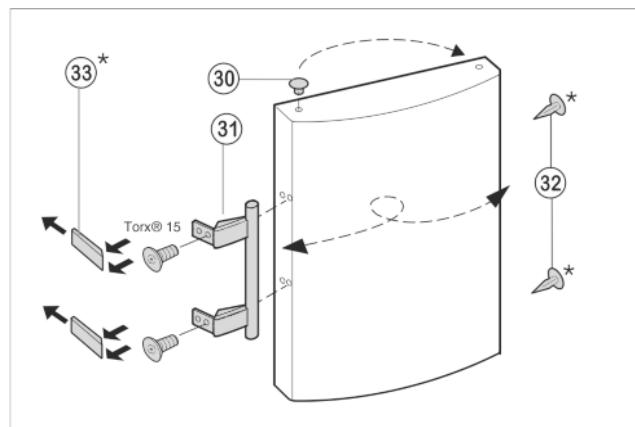

Fig. 7
- ▶ Stopfen Fig. 7 (30) aus der Türlagerbuchse herausheben und umsetzen.
- ▶ Türgriff Fig. 7 (31), Stopfen Fig. 7 (32) und Druckplatten Fig. 7 (33) abmontieren und auf die Gegenseite umsetzen.